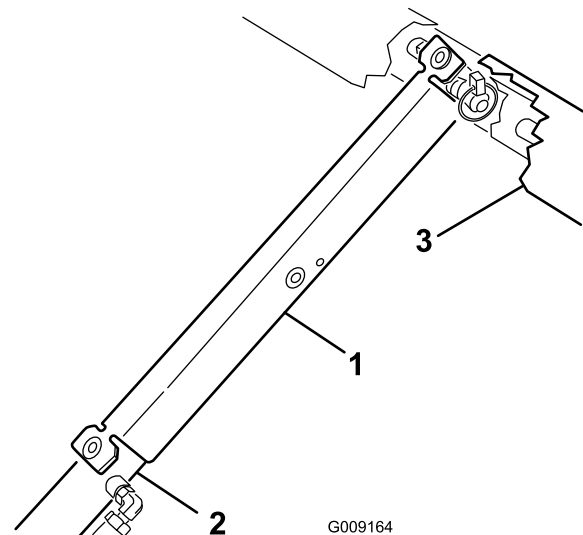

Figura 27
3. Empuje el soporte de la plataforma sobre la varilla del cilindro, asegurándose de que los extremos del soporte descansan sobre el extremo del cilindro y sobre la rótula de la varilla del cilindro (Figura 27).